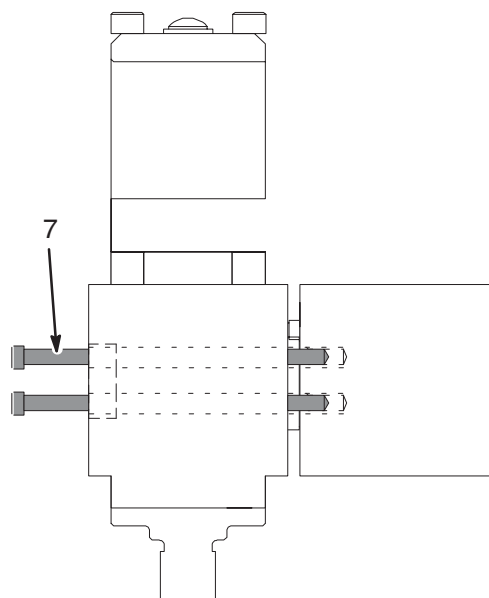

Fig. 3
3. Lubrifier puis mettre les deux joints toriques (6) sur le raccord de la vanne de distribution (2).
4. Monter le raccord (2) sur le collecteur (1).
5. Lubrifier puis mettre les deux joints toriques sur les deux petits raccords de régulation de température (3).
6. Monter les raccords (3) sur le collecteur (1).
7. Mettre deux bouchons 1/16-27 NPT (4) sur les deux ports libres du collecteur de régulation.
8. Rapprocher avec précaution la vanne de distribution, les raccords et le collecteur jusqu'à ce qu'ils soient en butée (Fig. 3). Attention de ne pas endommager les joints toriques.
9. Fixer ensemble le collecteur et la vanne de distribution à l'aide des quatre vis à six pans creux (7). Serrer à 17,2 N.m.